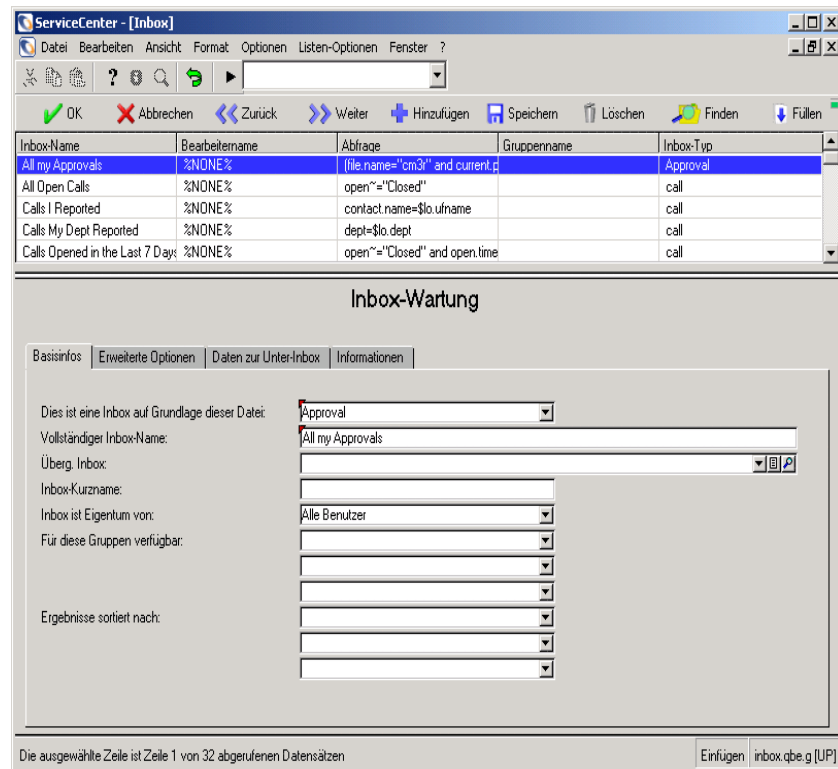

Abbildung 3-8: Inbox-Wartung: Register „Basisinfos“
- 4 Klicken Sie auf **Suchen**. Abbildung 3-8 zeigt eine QBE-Liste der verfügbaren Inboxes.